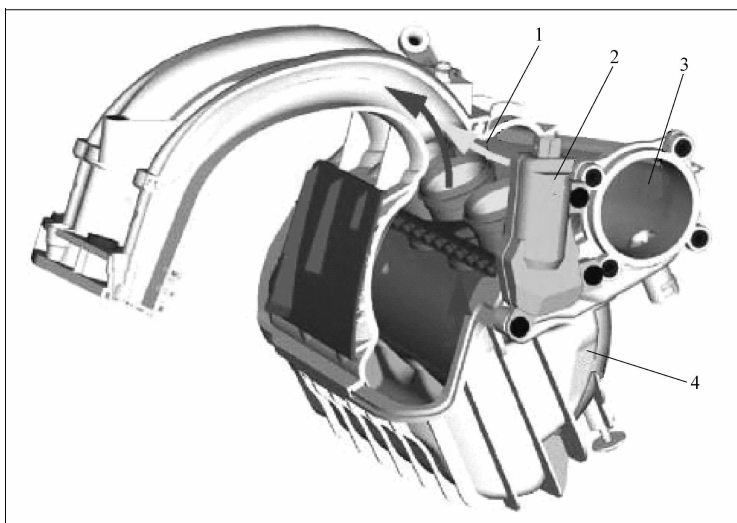

图 1-32 双级可变进气系统 (DISA)
(1) 作用 宝马 N46B20 发动机有一个双级可变进气系统（DISA），如图 1-32 所示。DISA 伺服电动机驱动每个气缸的一个滑动套筒。这些滑动套筒可延长或缩短进气管道。这样在低发动机转速下能达到丰富的转矩变化，同时在高转速时不会丢失发动机